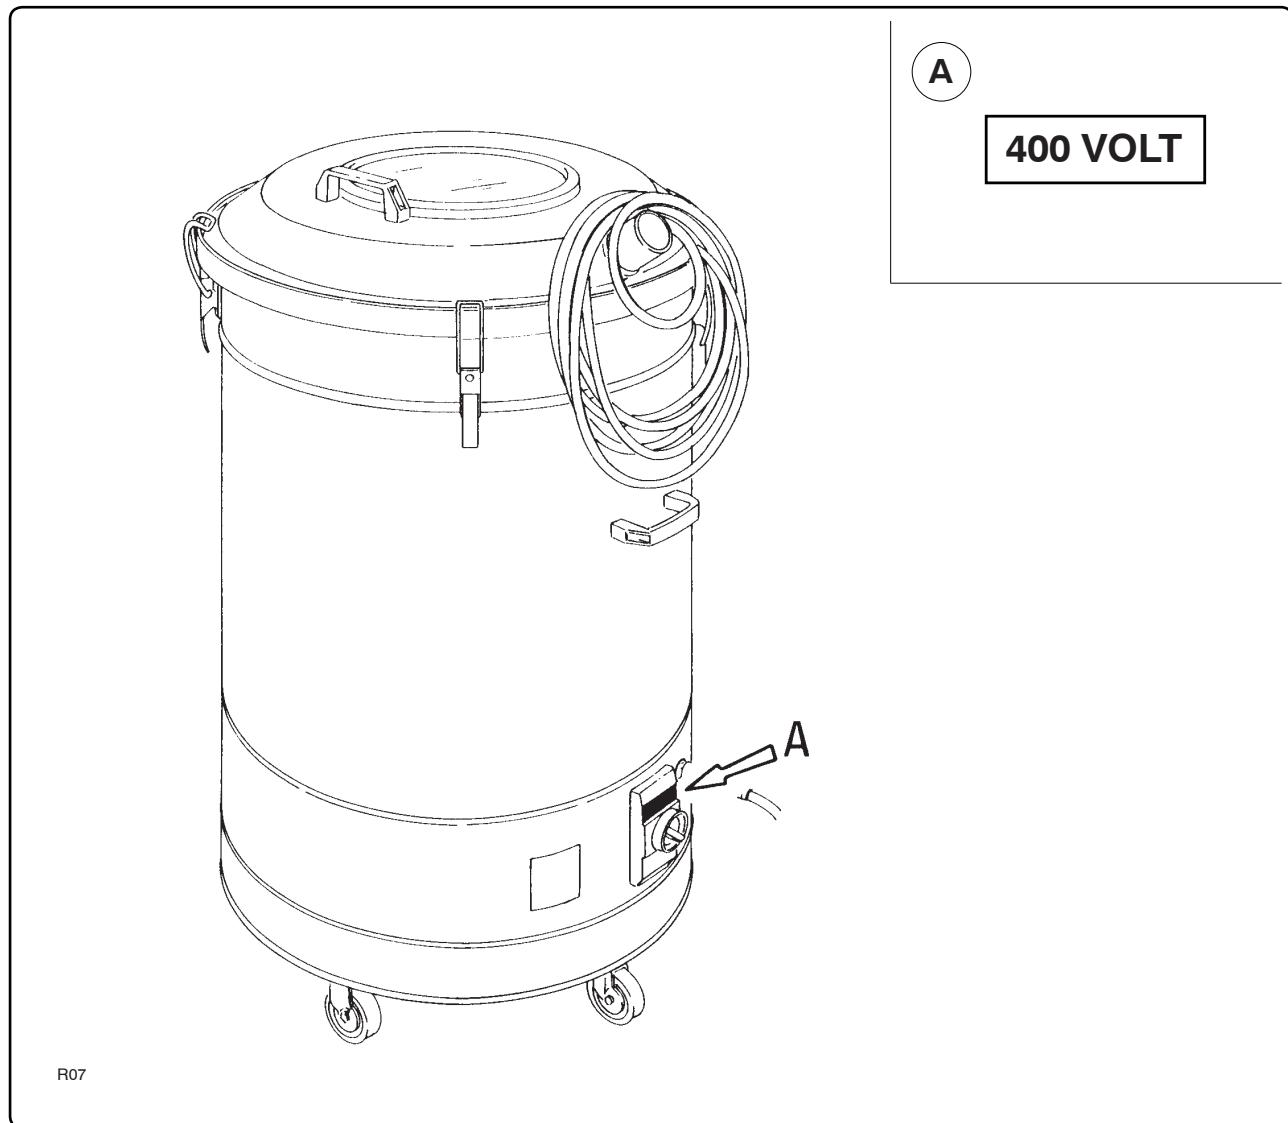

Fig. 3.2.1
3.2 - Targhe di avvertenza (fig. 3.2.1)**3.2 - Warning plates (fig. 3.2.1)****3.2 - Plaques de recommandation (fig. 3.2.1)****3.2 - Warnschilder (Abb. 3.2.1)****⚠ ATTENZIONE!! ⚠**